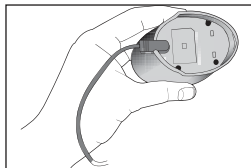

Fig. 1
2. Inserte el adaptador de CA directamente en la parte inferior de la carcasa, Fig. 1.